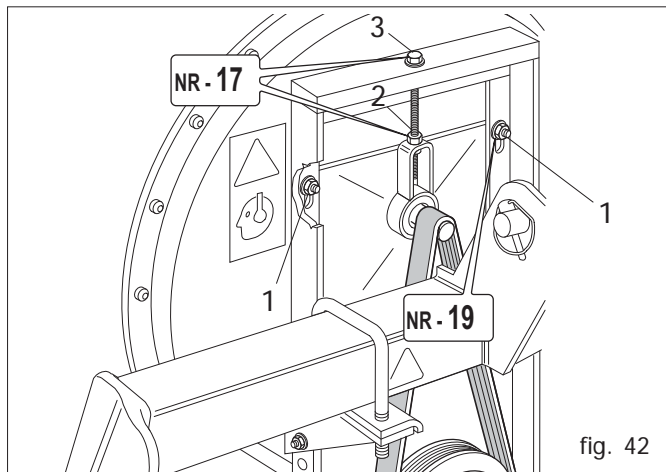

fig. 42
Der Ansauger (Abb. 42) bildet ein Vakuum in den Verteilern und ermöglicht somit, daß die Samen in die Säscheibenlöcher angesaugt werden. Für die Leistung der Säscheibe und somit auch für ein einwandfreies Aussäen ist es von grundlegender Bedeutung, daß der Riemen sich in einem einwandfreien Zustand befindet. **Ein korrekt gespannter Riemen darf nicht nachgeben, wenn man mit der Hand auf ihn drückt.**
- Die 4 Schrauben lockern (1, Abb. 42)
- Die Mutter lockern (2, Abb. 42)
- Die Spannung der Gebläseriemens (Abb. 42) schmieren.